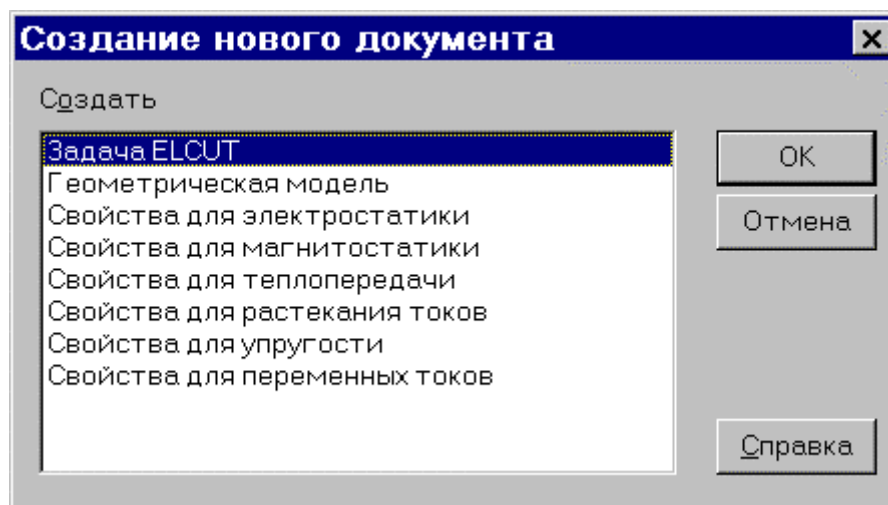

Рис. 4.2. Окно выбора типа документа **ELCUT**
1. Выберите команду **Создать** из меню файл. Появится окно для выбора типа документа **ELCUT**, который необходимо создать (см. рис. 4.2).